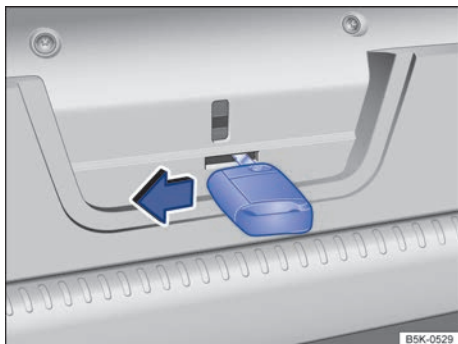

图 177 行李箱内：开启尾门锁
- 将钥匙头插入尾门手动槽口 ⇒ 图 177，然后沿图示箭头方向推分离杆，同时将尾门向外推，直至其打开。